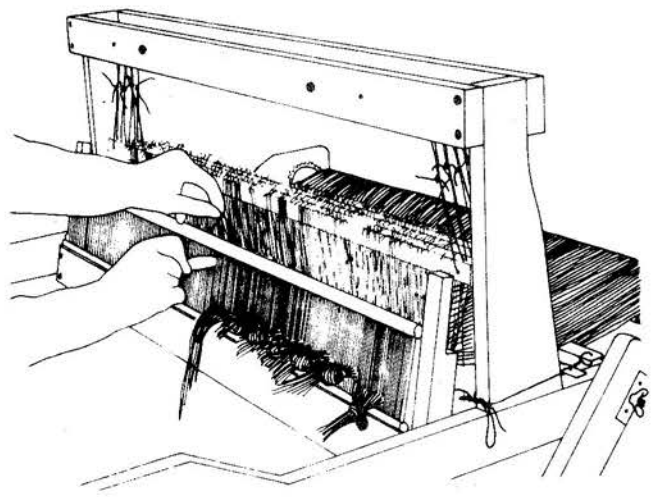

fig 41
Pour passer les fils de chaîne au travers du peigne on utilise un crochet à peigne N° 267. Il est important de faire correctement le passage au peigne, sinon il y aura des fautes (raies dans le tissage). Comme au passage en lisses il est pratique de décompter un certain nombre de fils de chaîne et de dents (40). On noue alors les fils de chaîne en petits paquets avec des demiboucles au fur et à mesure, de manière à ce que les fils ne ressortent pas du peigne, cf. figure 41.